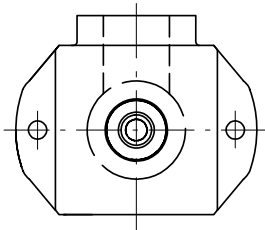
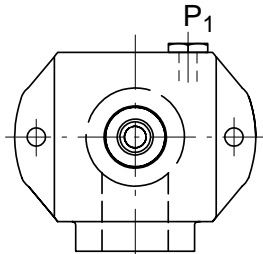

Bild.1
Bild.2
Die übliche Betriebslage ist die folgende : Welle waagrecht, Sauganschluß nach oben, keine Entlüftungsschraube notwendig (Bild 1). Bei anderer Orientierung des Ansaugs ist, auf Anfrage, eine Entlüftungsschraube  $P_1$  vorgesehen. Diese ist unerlässlich, um eine korrekte Entlüftung des Gehäuses vorzunehmen und erlaubt folgende Einbaulagen, gemäß Bild 2, 3 und 4. Die Pumpe ist Seite Welle zu sehen.
- Wenn möglich, den Sauganschluß auslösen und das Öl von sich selbst in die Pumpe einfließen lassen (Bild 1). Sonst überprüfen, daß die Anschlüsse dicht und fest gelöst sind.
- Die totale Entlüftung beim Auslösen des Druckanschlusses vornehmen (Bild 2).